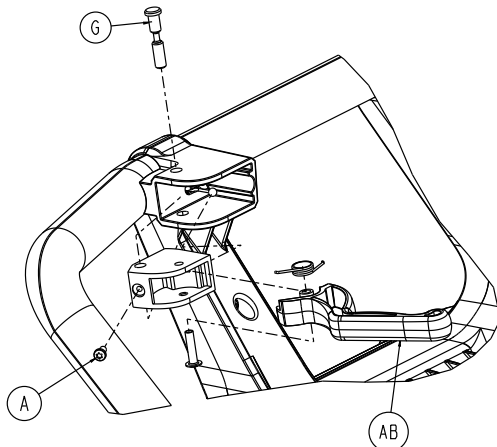

Figure 87 – Retirer la broche pivotante de déblocage manuel
7. À l'aide d'une clé Torx T20, desserrer la broche pivotante de déblocage manuel (G) sur la poignée à libération rapide (AB) (Figure 87). Retirer et conserver l'ensemble broche et poignée à libération rapide.